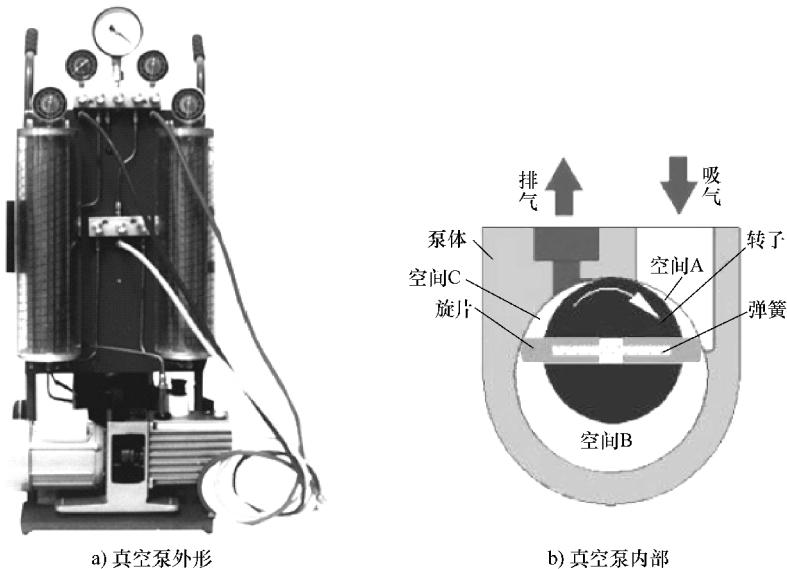

图 7-30 真空泵结构
(1) 真空泵结构 真空泵是抽真空的专用工具, 常用的真空泵为旋片泵, 它主要由泵体、转子、旋片、端盖、弹簧等组成。真空泵两个旋片把转子、泵腔和两个端盖所围成的月牙形空间分隔成 A、B、C 三部分, 如图 7-30 所示。